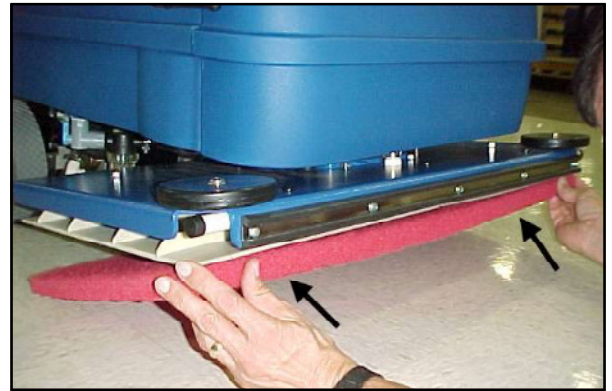

Рисунок 15
5. Нажмите на щетку или полировальник под гибкими пластинами. Смотри рис. 15.